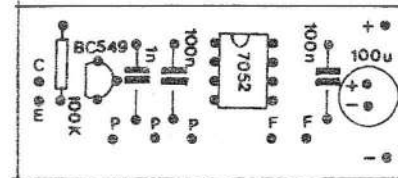

Fig.7
- FIG. 7 - CHAPEADO DA MONTAGEM (PLACA DO RECEPTOR) - Novamente, valem aqui todas as recomendações feitas para a placa do transmissor, vista e detalhada na figura anterior... O impresso é visto pela sua face não cobreada, em tamanho natural, etc., etc., etc..., devendo o caro leitor/hobbysta prestar especial atenção aos componentes polarizados, com posições rigorosas de inserção, no caso o transistor, o integrado e o capacitor eletrolítico, cada um deles com suas orientações claramente determinadas pelas estilizações, conforme é norma gráfica aqui em **APE**... Soldar direitinho, conferir tudo (antes, durante e depois...), observar bem as ilhas periféricas, codificadas e demarcadas para as conexões externas, são providências (como sempre...) obrigatórias... Durante a fase da colocação e soldagem das peças sobre as placas, os hobbystas iniciantes se beneficiarão de consultas ao **TABELÃO APE**, sempre que dúvidas surgirem... Vão lá, quando precisarem!